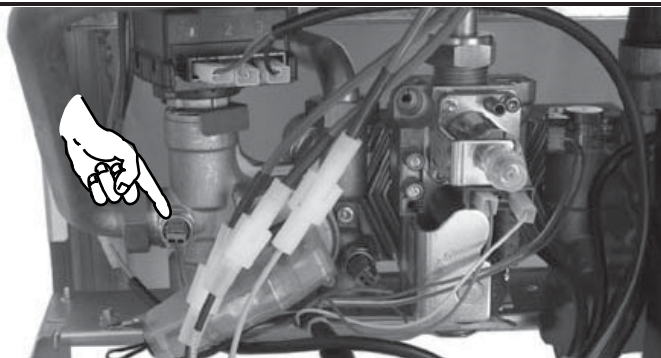

Fig. 7.1
1. Cut the electrical power off the NTC heating temperature probe (examples Fig. 7.1)
1. Электрически отсоединить пробник температуры отопления NTC (например Fig. 7.1)
4. Reconnect the electrical power of the NTC heating probe (examples Fig. 7.1).
4. Электрически подсоединить пробник температуры отопления NTC (например Fig. 7.1).